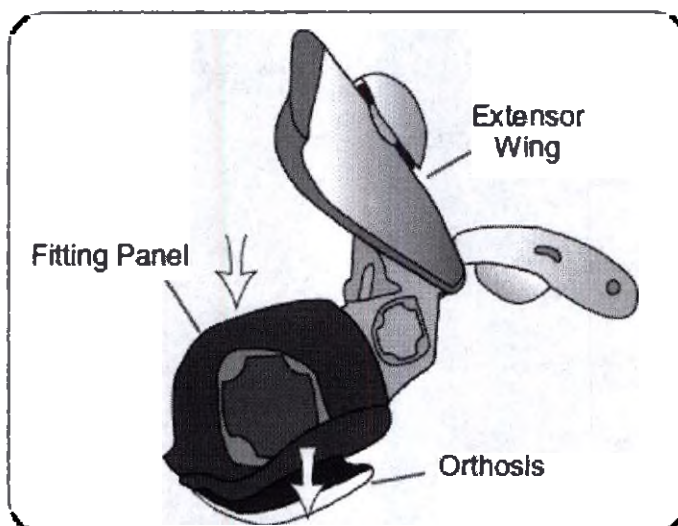

Рис. 6-17 Размещение подгоночной панели сгибателей.
2. Откинув крыло ортеза, присоедините подгоночную панель сгибателей(fitting panel) к площадке сгибателей(extensor wing) ортеза(orthosis). См. рисунок 6-17.